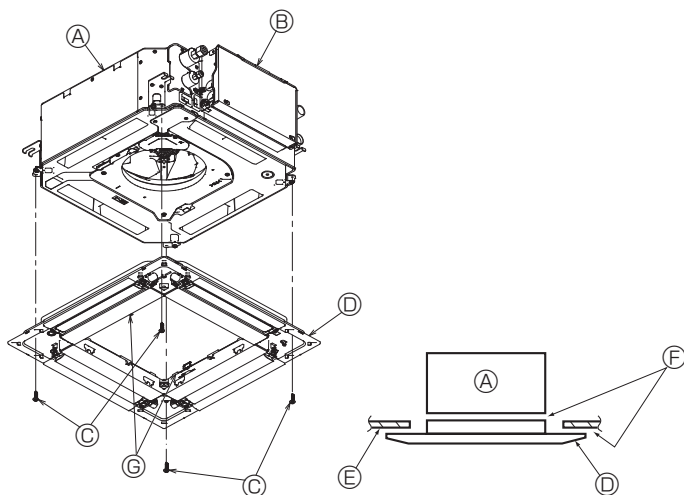

Fig. 5-7
- Зафиксируйте решетку, затянув четыре винта. (Fig. 5-7)